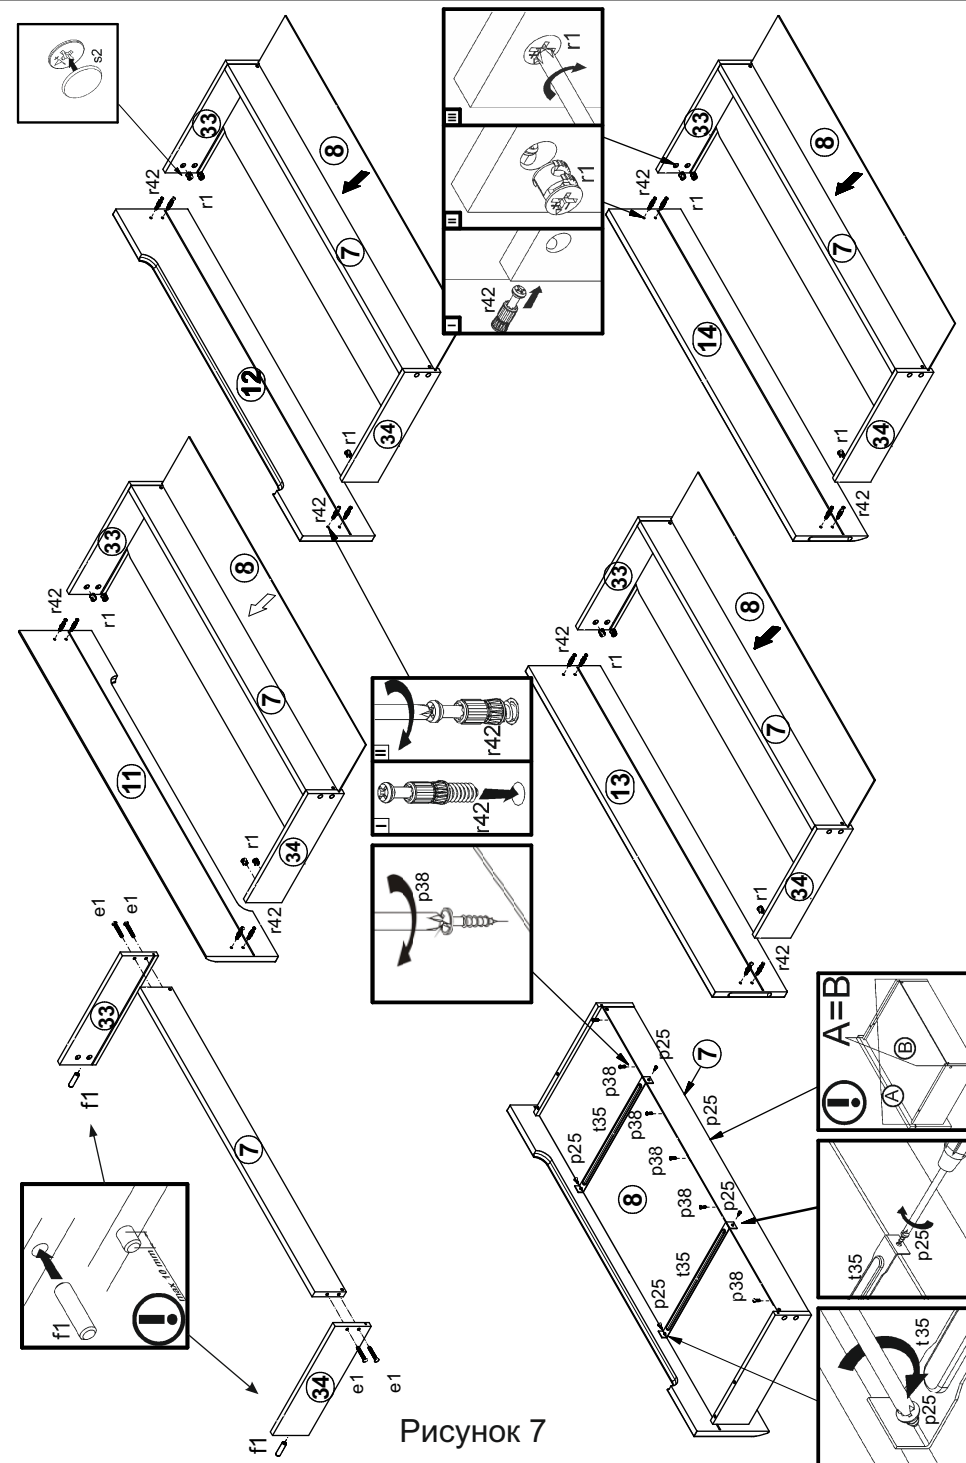

Рисунок 7
**ВНИМАНИЕ!** В случае, если шкант выступает из отверстия более, чем на 10 мм, его необходимо укоротить, т.к. возможно повреждение деталей. В таких случаях рекламация НЕВОЗМОЖНА. Соединить детали корпусов ящиков 33, 34, 7 с помощью конформатов e1. Для поворота конформатов использовать специальный ключ z1 (см. рис. 7).
4.13 Соединить панели ящиков 11, 12, 13, 14 с корпусами ящиков при помощи шкантов f1 и винтов стяжек r42 и затянуть эксцентриковые стяжки r1 при помощи отвертки (см. рис. 7).
4.14 Вставить дно ящика 8 в пазы в стенках ящиков 33, 34 и панелей ящиков 11, 12, 13, 14, закрепить дно шурупами p38 (см. рис. 7).
4.15 Зафиксировать дно ящика 8 с помощью фиксаторов dna ящика t35 и шурупов p25 (см. рис. 7).
4.16 Закрепить эксцентриковые стяжки на стенках боковых ящиков 33, 34 заглушками s2 (см. рис. 7)